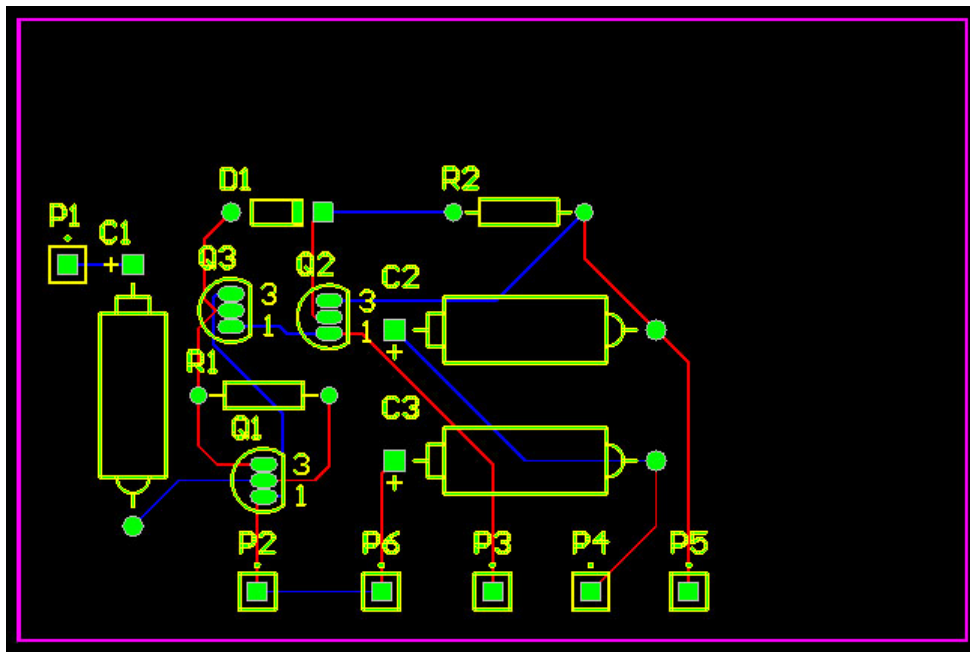

Рисунок 11
- Натиснути кнопку *Route All* (Трасувати все). На панелі *Messages* (Повідомлення) відображаються повідомлення про процес трасування. *Situs* – це топологічний автотрасувальник, його результати порівнянні з результатами роботи досвідченого проектувальника друкованих плат. Трасування виконується безпосередньо у вікні редагування друкованої плати (рис. 11).